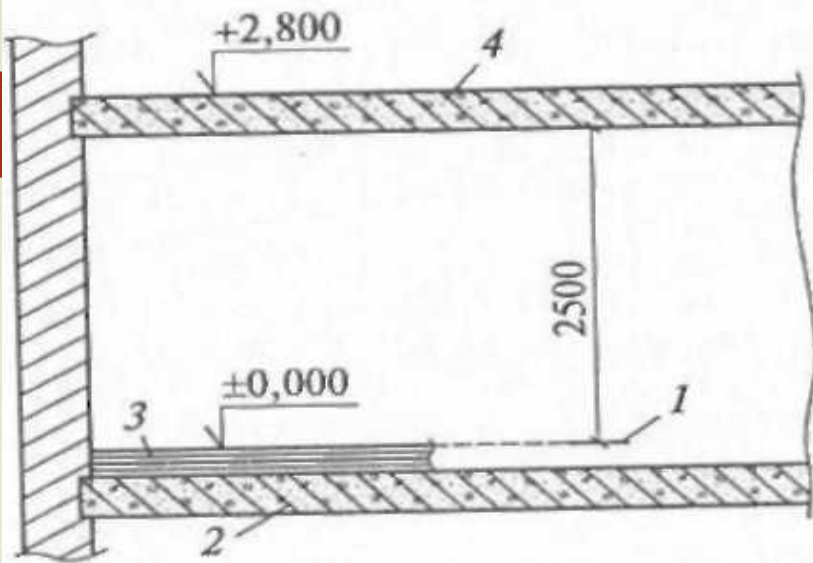

Рис. 3.7. Вынесение отметки чистого пола:
- *Уровень чистого пола* — это верхний уровень покрытия пола, подвергаемый эксплуатационным воздействиям. Уровень чистого пола определяется по проекту отметкой высоты помещения от перекрытия (потолка) до нижней части стены (рис. 3.7).